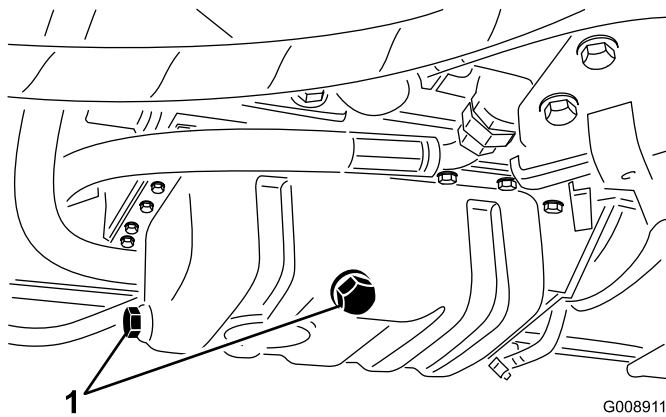

Figura 58
1. Retire cualquiera de los tapones de vaciado (Figura 58) y deje fluir el aceite a un recipiente apropiado; cuando todo el aceite se haya drenado, instale el tapón de vaciado.